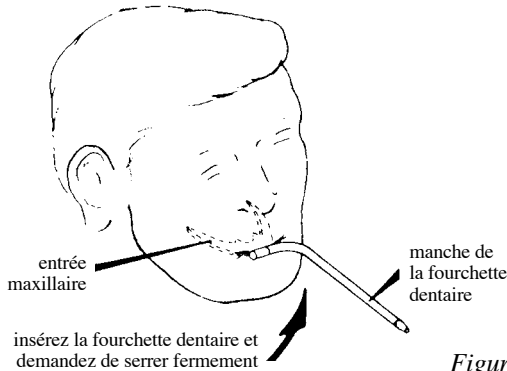

Figure 8
5. Placez méticuleusement la fourchette dentaire préparée dans la bouche du patient. Placez éventuellement deux boules de coton entre la surface occlusive mandibulaire et la face inférieure de la fourchette dentaire, voir figure 8. Appliquez une pointe de vaseline à l'extrémité du manche de la fourchette dentaire.